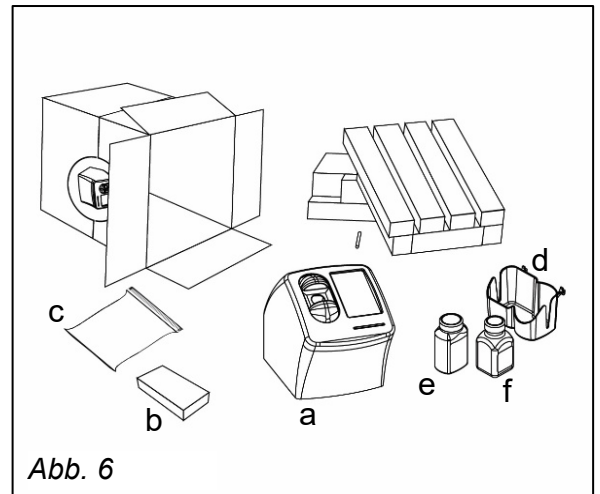

Abb. 6
2.2.7. Entfernen Sie die Schaumstoffplatten von den Seiten des Geräts (Abb. 6)
Siehe Abb. 6 weiter oben